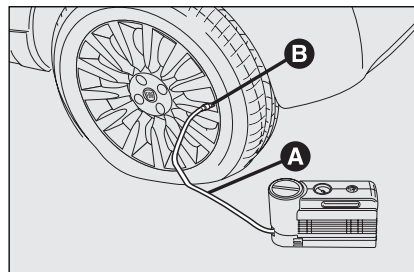

Рис. 13
- Введите рычаг стояночного тормоза, снимите колпачок вентиля, возьмите шланг от баллона с наполнителем **A**, **рис. 13** и наверните гайку **B** на вентиль;